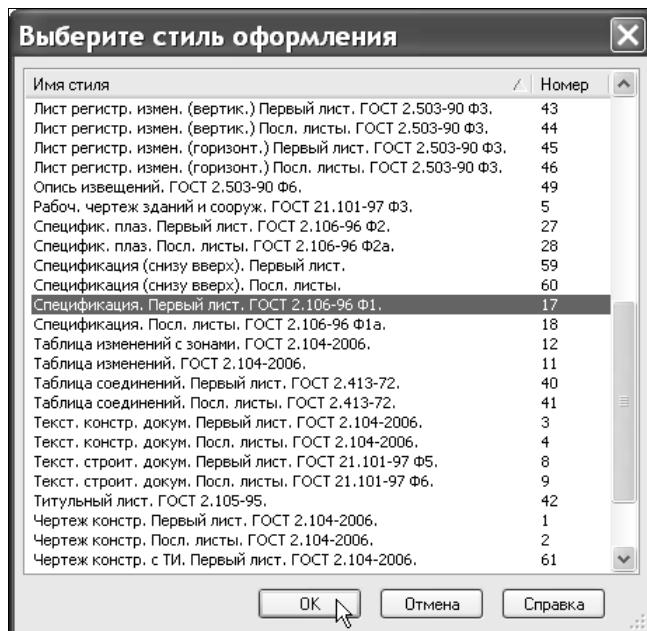

Рис. 9.84. Диалоговое окно Выберите стиль оформления
2. В появившемся диалоговом окне **Выберите стиль оформления** найдите пункт **Спецификация. Первый лист. ГОСТ 2.106-96 Ф1.** и нажмите кнопку **OK** (рис. 9.84). Подтвердите выбор в окне **Параметры** также нажатием кнопки **OK**. На экран будет выведен бланк спецификации, который можно заполнить простым набором с клавиатуры.